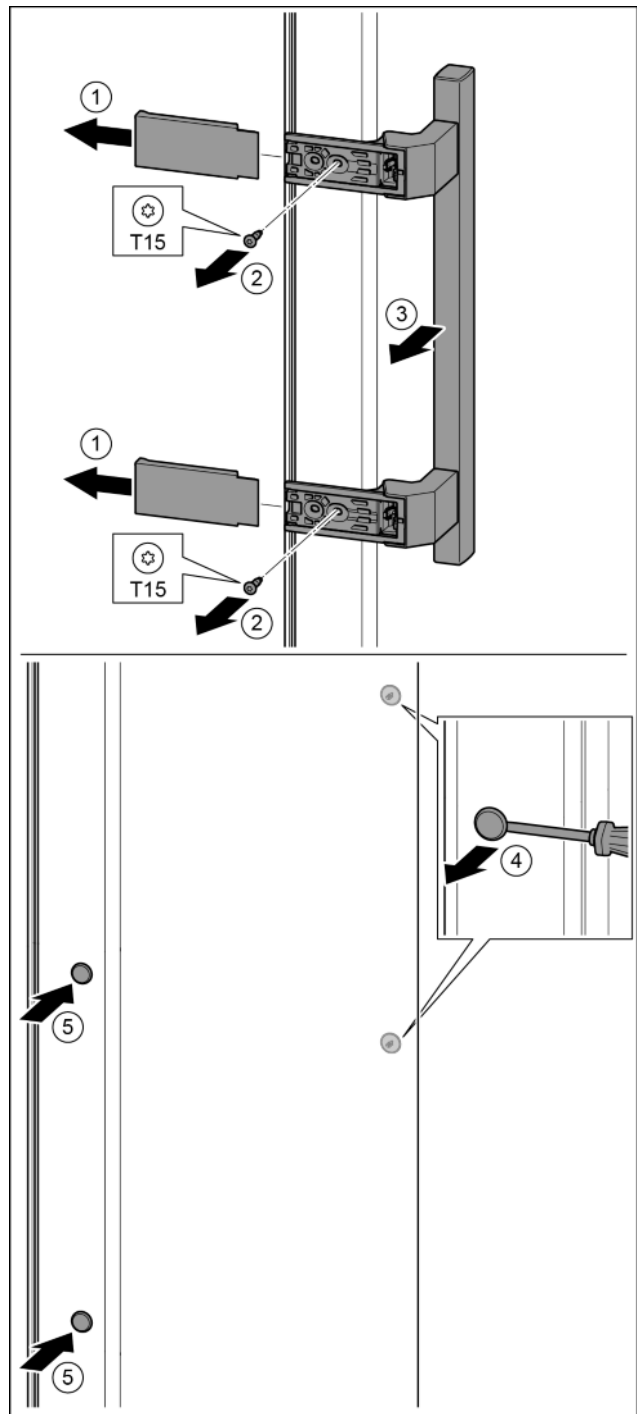

Fig. 21
- ▶ Stáhněte kryt. Fig. 21 (1)
- ▶ Šroubovákem T15 vyšroubujte šrouby. Fig. 21 (2)
- ▶ Sejměte madlo. Fig. 21 (3)
- ▶ Postranní zátku opatrně plochým šroubovákem nadzvedněte a vytáhněte. Fig. 21 (4)
- ▶ Zátku opět vložte na druhé straně. Fig. 21 (5)